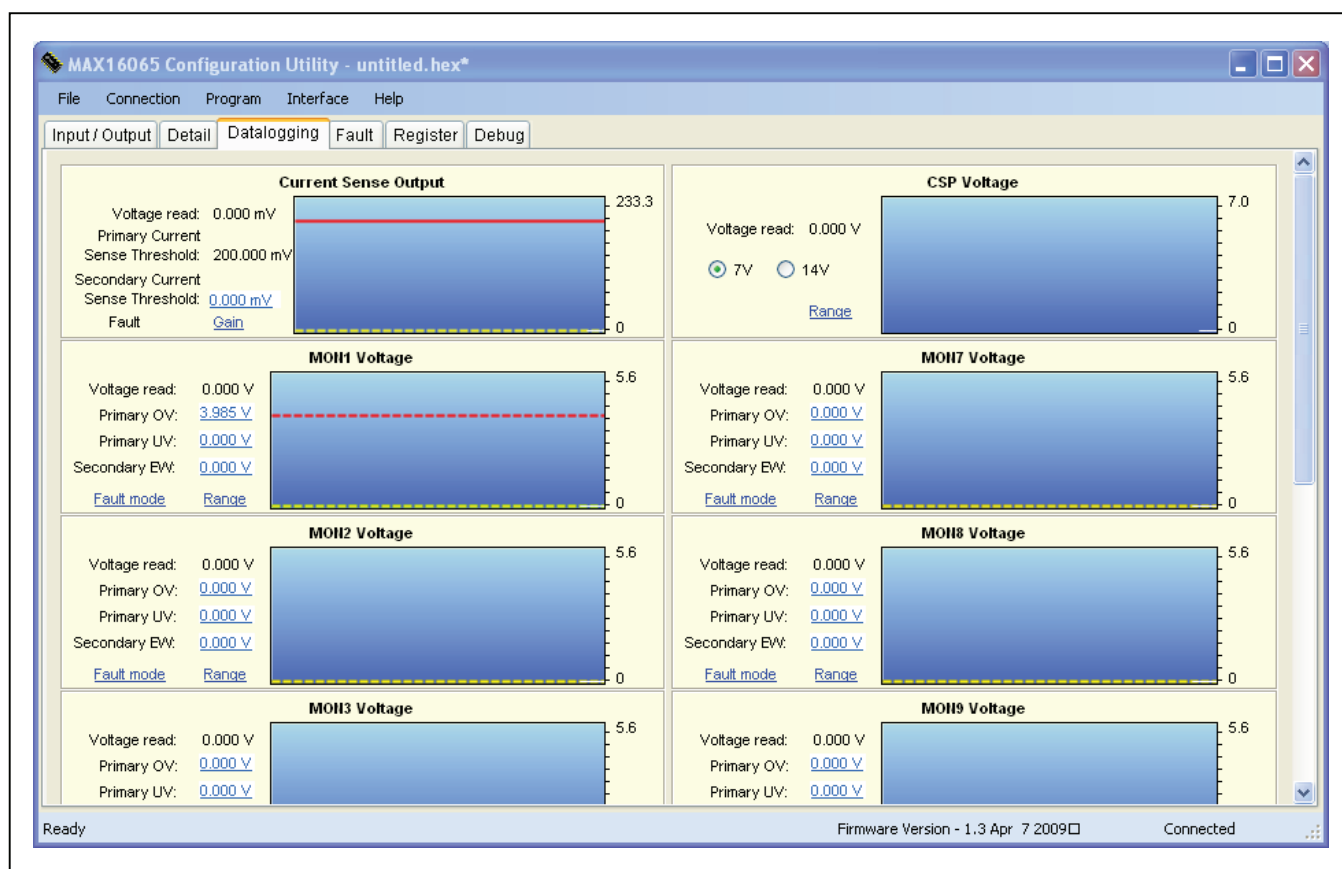

图4. 数据记录标签页
**Datalogging**标签页(图4)只有在连接评估板时才可观察到。该标签页中，可观察每路被监测电压及其门限，以及电流检测放大器端子测得的电压。使用窗口右侧的滚动条查看全部电压输入。